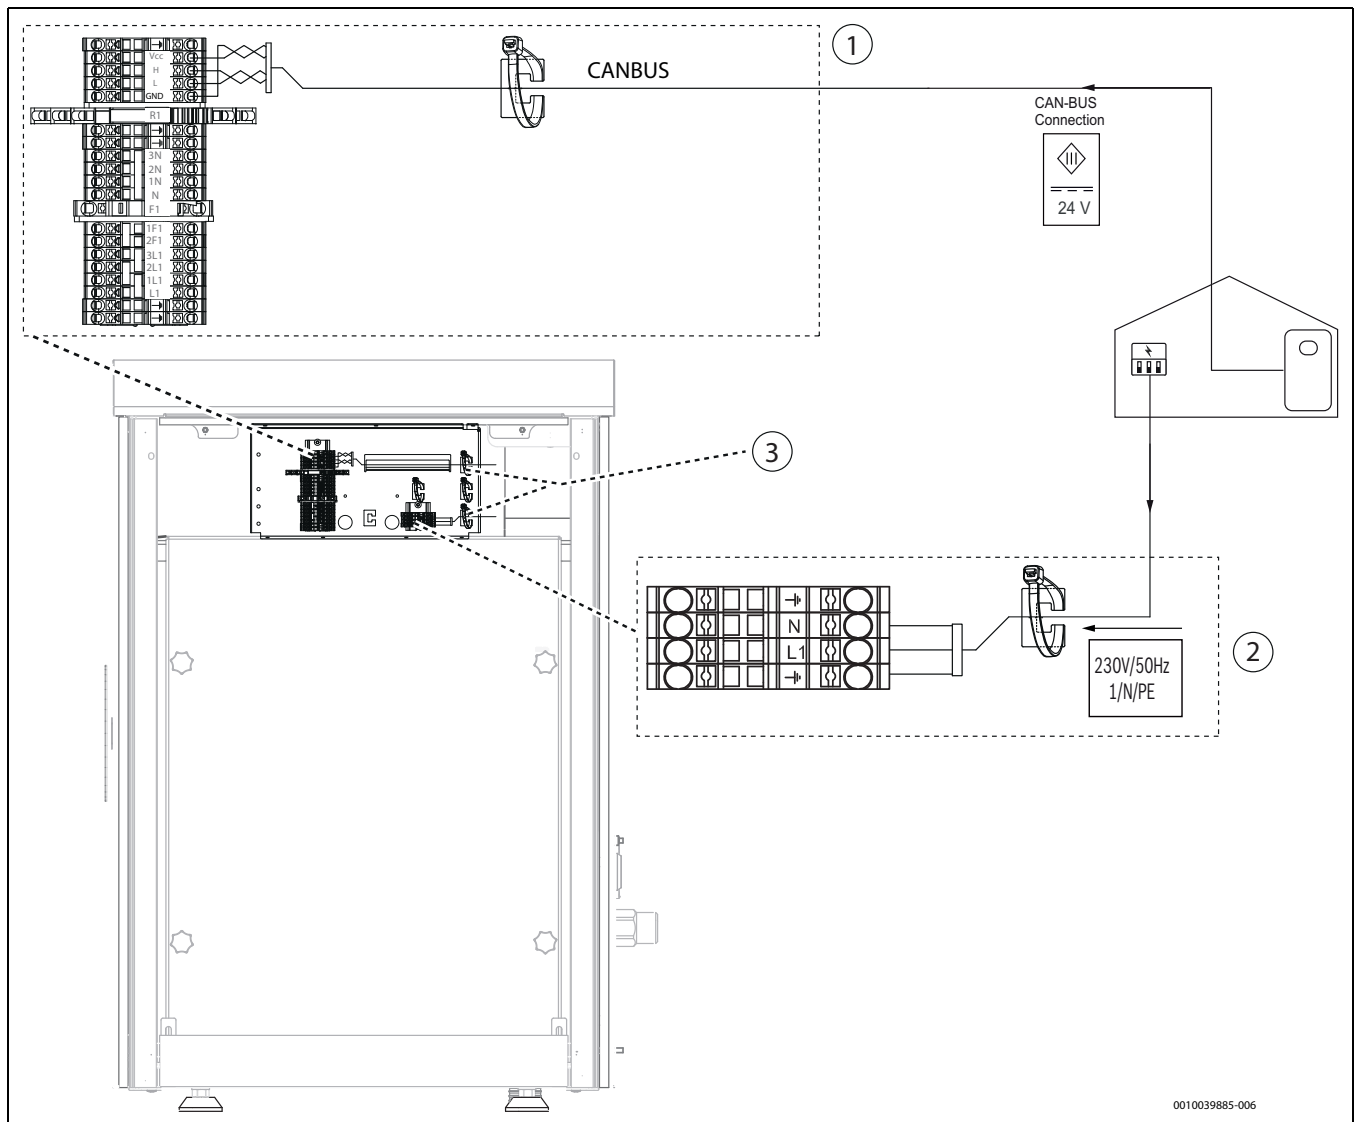

Bild 38 Anschlussklemmen am Installationsanschlussbereich
- ▶ Kabel entsprechend → Abbildung 38 anschließen.